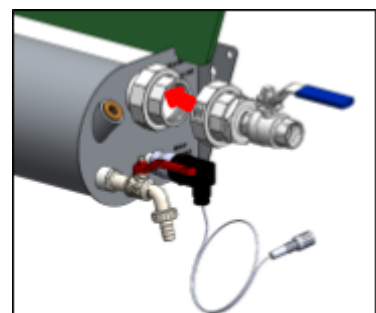

Abbildung 13.
- o Positionieren Sie den Kugelhahn so, dass der Griff in geöffneten Stellung vom Mischbehälter weg zeigt. Siehe Abbildung 13.